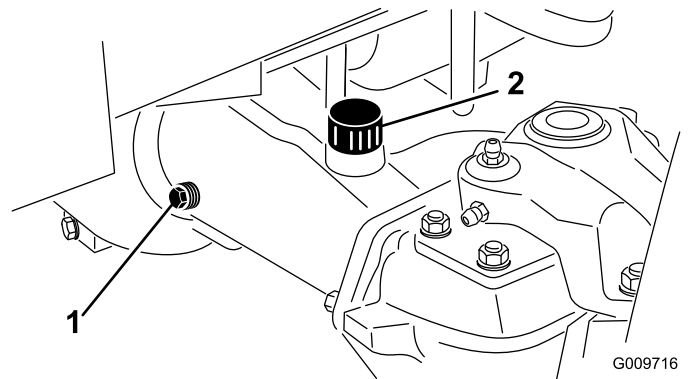

Bild 44
2. Entfernen Sie die Prüfschraube aus einem Ende der Achse (Bild 44) und stellen sicher, dass der Schmierstoff die Unterseite des Lochs erreicht. Entfernen Sie bei niedrigem Ölstand die Füllschraube (Bild 44) und füllen genug Öl ein, um den Stand bis an die Unterseite der Prüfschraubenöffnungen anzuheben.